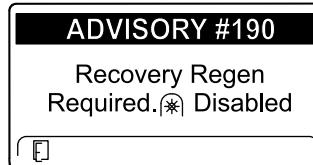

Figura 55
- É necessária uma regeneração de recuperação – tomada de força desativada Aviso N.º 190 (Figura 55)